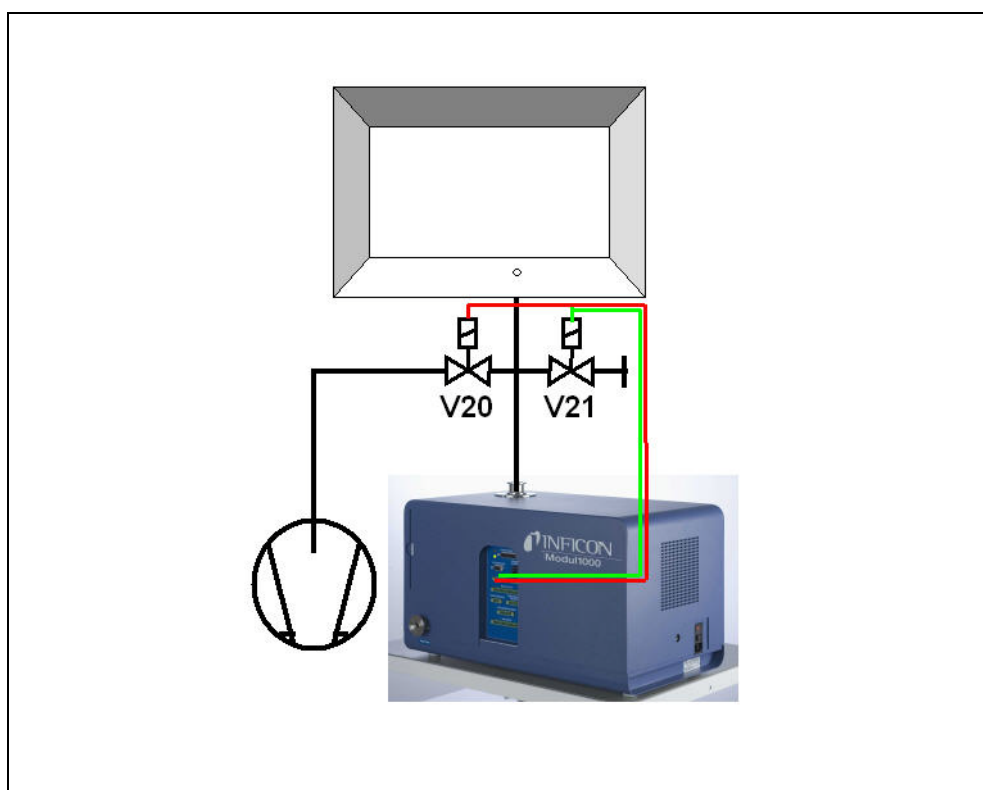

Abb. 5-1 Teilstrombetrieb
Die Vakuumkammer wird durch das Modul1000 evakuiert, wahlweise auch im Teilstrombetrieb (Abb. 5-1 Teilstrombetrieb). Das in der Vakuumkammer befindliche Prüfteil ist durch die Kammerwände hindurch mit der Heliumbefüllereinrichtung verbunden und wird im evakuierten Zustand der Vakuumkammer mit Helium beaufschlagt.
- 2** Nach dem Auslösen des START Signals beginnt das Modul1000 die Vakuumkammer zu evakuieren. Ist eine Teilstrompumpe an das Modul1000 angeschlossen, wird das Teilstromventil V20 (*Abb. 5-1*) angesteuert und der Prüfablauf entsprechend der Teilstromeinstellung durch die Teilstrompumpe unterstützt.
- 11** Im Anschluss wird die Vakuumkammer durch das Modul1000 (und das externe Flutventil V21 (Abb. 5-1), falls angeschlossen) auf Atmosphärendruck belüftet.